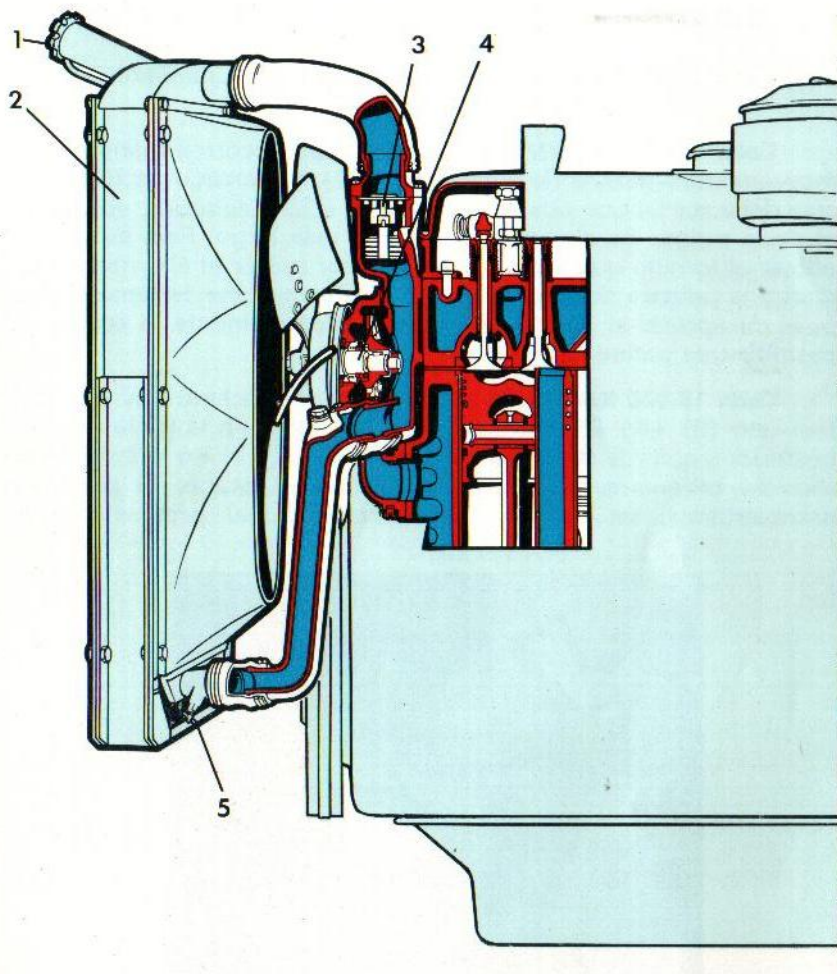
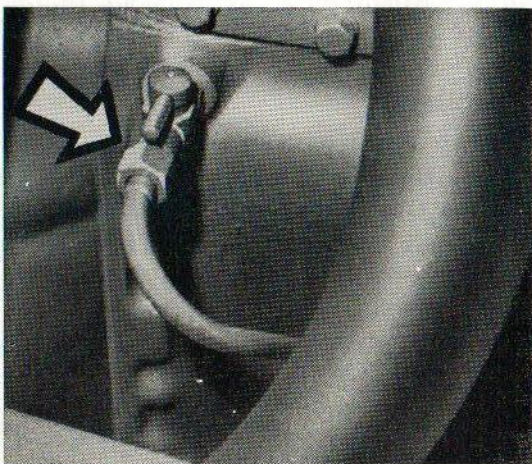

Fig. 2.9. - Circuito de refrigeración
Fig. 2.12. - Grifo de vaciado del cárter motor
Cada 18.000 Km., lavar el circuito. Para vaciarlo hay dos grifos: uno (5) (fig. 2.9) en la tubería de salida en la parte inferior posterior izquierda del radiador, y otro (fig. 2.12) en el lado derecho del bloque-motor, detrás del tubo de escape. Si precisara desobstruirlos, servirse de un alambre. Quitar previamente el